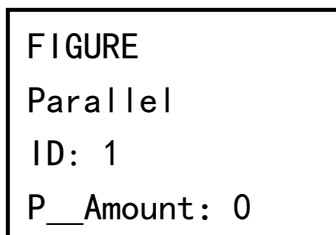

Рисунок 14
- параметры портов (см. рисунок 14);